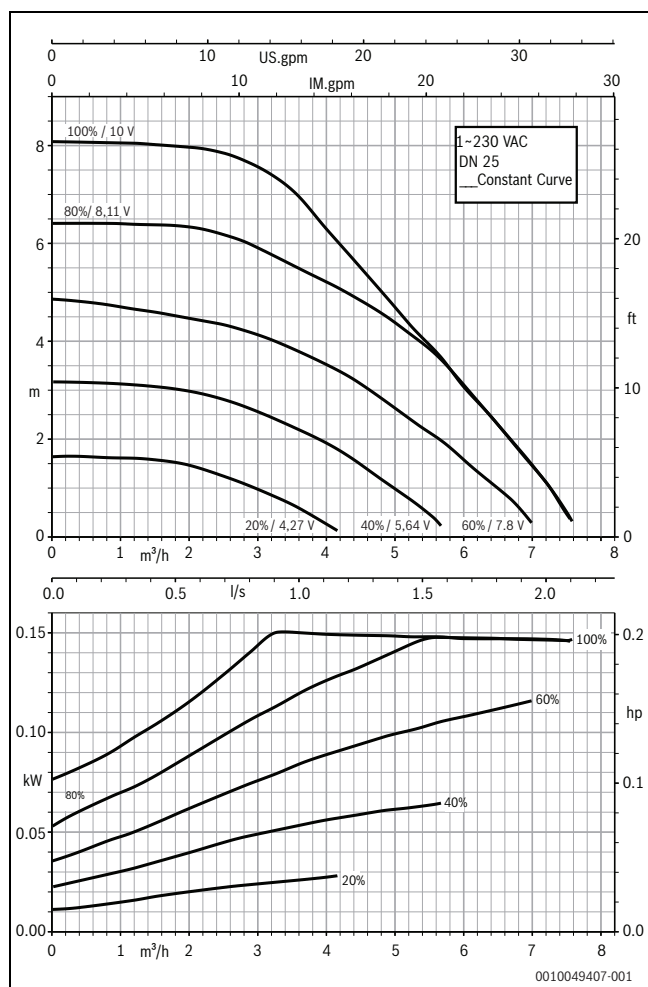

Afb. 8 Display
2. Om de gewenste bedrijfsmodus in te stellen, houdt u de bedieningsknop minimaal 0,5 seconde ingedrukt tot het symbool voor de externe instelling (→ afbeelding 8 [1]) knippert.